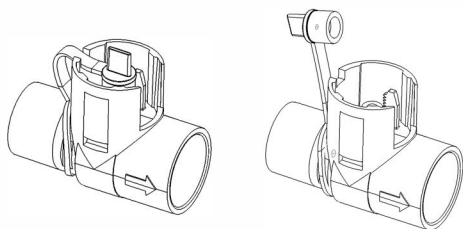

Figure 1
4. (a) Om MDI med räkneapparat används, hänvisas till Bild 1.
4. (a) Bij het gebruik van een doseeraerosol met teller afbeelding 1.